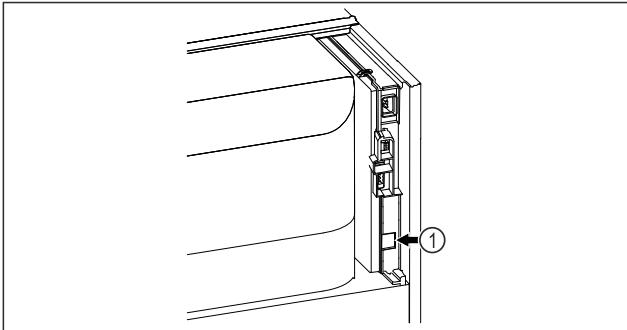

Fig. 167
- SmartModule Fig. 167 (1) установлен.